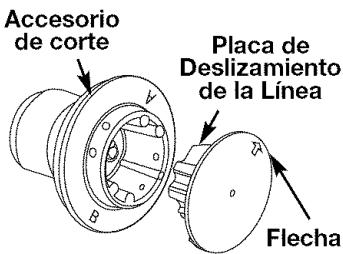

Fig. 15
2. De vuelta a la perilla a la izquierda para aflojar el acoplador (Fig. 15).
3. Reinstate la placa de deslizamiento (Fig. 15). Alinee la flecha con: